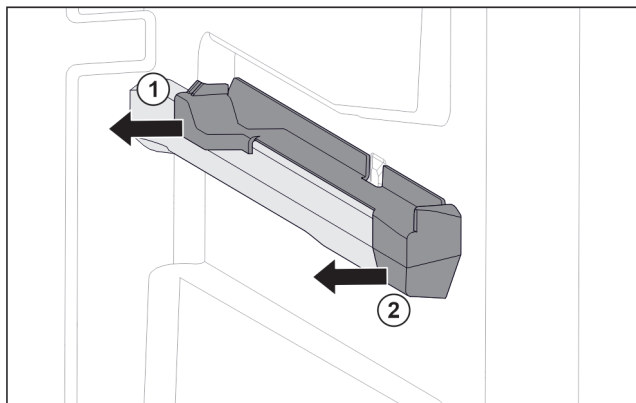

Fig. 146 Påsætningsdel på den højre beholderrist
- ▶ Træk den bageste del af påsætningsdelen af og til siden. Fig. 146 (1)
- ▶ Træk den forreste del af påsætningsdelen af og til siden. Fig. 146 (2)